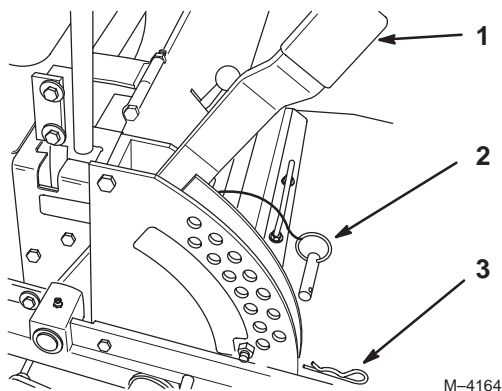

Figure 20
1. Relevez le levier de sélection de hauteur de coupe en position de transport (qui correspond aussi à la hauteur de coupe de 127 mm [5"]) (Fig. 20).
2. Pour changer de hauteur de coupe, retirez la goupille fendue et l'axe de chape du support de hauteur de coupe (Fig. 20).
3. Placez l'axe de chape dans le trou du support correspondant à la hauteur de coupe voulue (Fig. 20).
4. Fixez l'axe de chape avec la goupille fendue (Fig. 20).